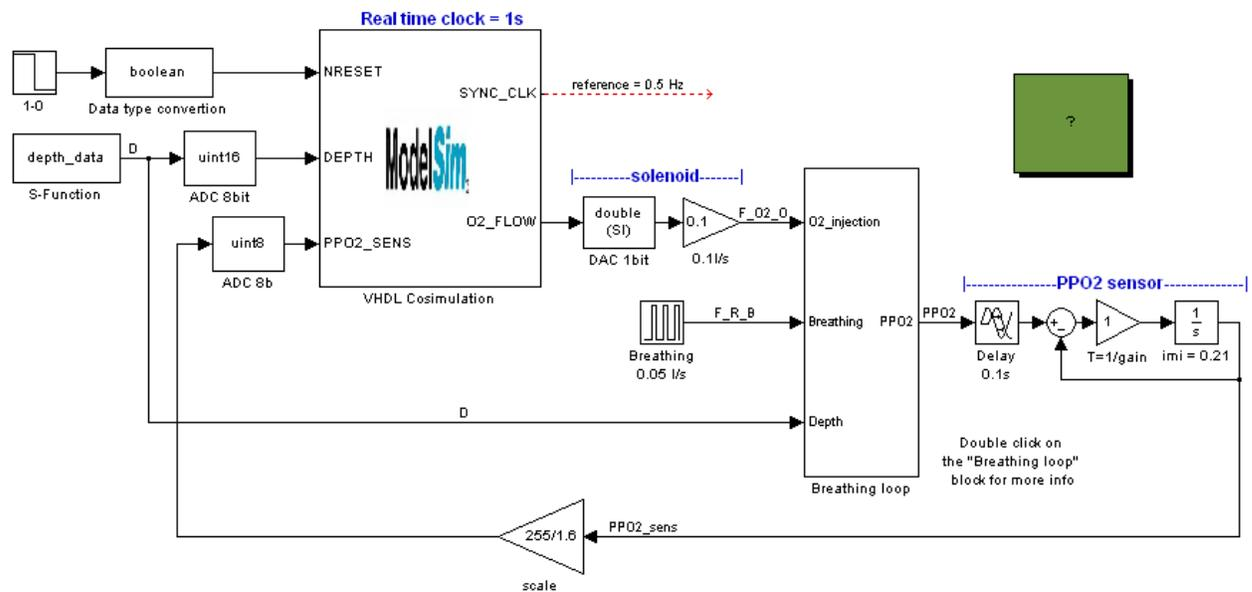

Рис. 7. Пример модели verilog – simulink
1. Постройте модель управления клапаном в среде Simulink как показано на рисунке **Рис. 7**.